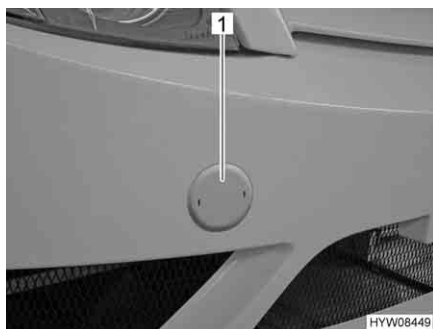

Fig. 21 Copertura per l'alloggiamento dell'occhione di traino
- Inserire un cacciavite per viti a intaglio in una delle aperture nella copertura (Fig. 21,1) e allentare il bloccaggio.